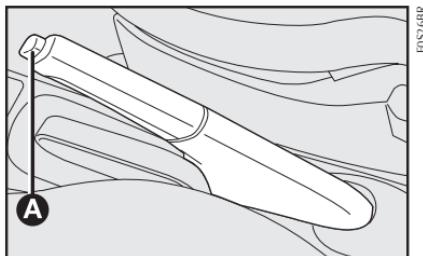

fig. 1
## FRENODE MANO - fig. 1
- 1) Levantar levemente la palanca y apretar el botón de liberación A-**fig. 1**.
- 2) Mantener apretado el botón y bajar la palanca. La luz indicadora ① se apaga.